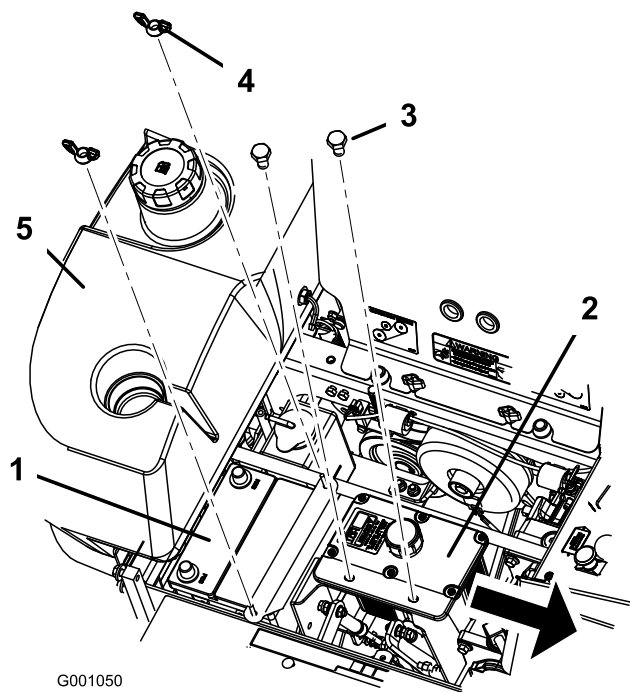

Bild 57
6. Entfernen Sie beide Flügelmutter (1/4 Zoll), mit denen die Batterieschelle befestigt ist (Bild 57).
7. Entfernen Sie die beiden Schrauben, mit denen der Hydraulikbehälter befestigt ist (Bild 57).
1. Legen Sie die Batterie so in das Fach, dass die Anschlussklemmen auf der anderen Seite des Hydraulikbehälters sind (Bild 57).
6. Befestigen Sie die Batterie mit J-Schrauben, einer Halteschelle, zwei Scheiben (1/4") und zwei Flügelmutter (1/4") (Bild 57).